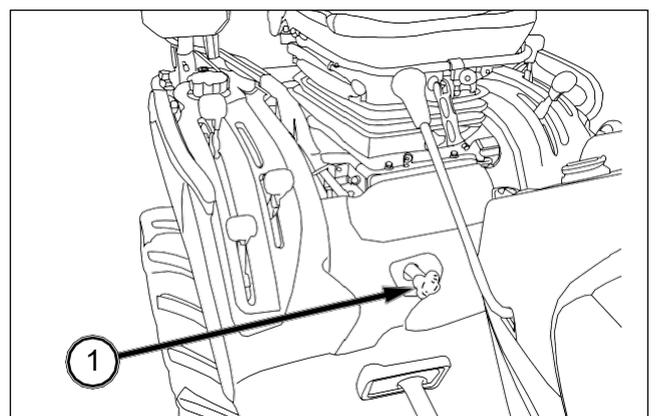

FIG. 80
FIG. 80: La rueda de ajuste de la velocidad de bajada (1) ajusta la velocidad de bajada del enganche y del equipo de tres puntos cuando se utilizan equipos de pesos diferentes.